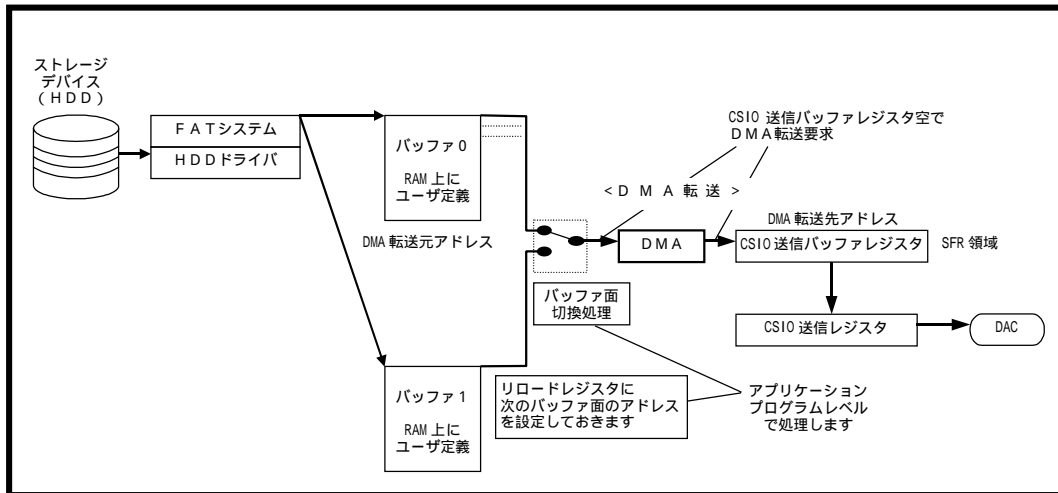

図 4.データフローシステム例
- (1) 図 4 のようにバッファ(RAM)に、ストレージデバイスから読み込んだデジタルオーディオデータを格納していきます。バッファに格納したデータは DMAC により CSIO 送信バッファレジスタへ DMA 転送します。
- (2) DMA 転送元、転送先および DMA 要求要因は以下の設定にします。